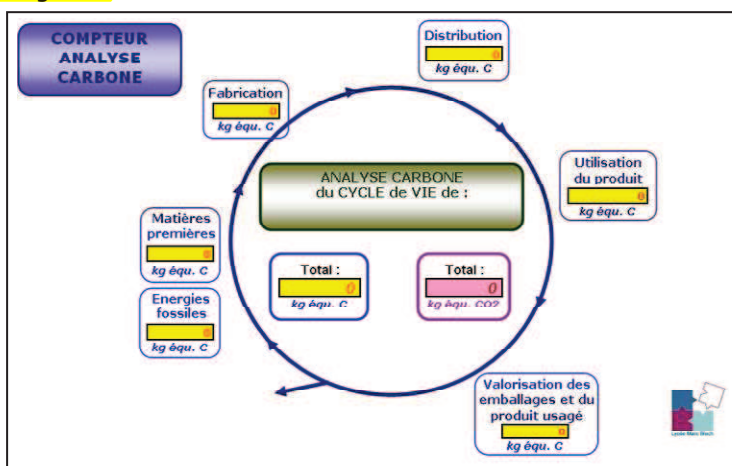

Fig.2
- 6 compteurs Analyse Carbone intermédiaires (**Fig.2**) répertoriant la quantité en **kg équ. C** du produit à chacune des étapes de son cycle de vie [cadre noir, fond jaune, chiffres en rouge].
- **Un compteur Analyse Carbone total (Fig.2)** (également en **kg équ. C**) faisant la somme des 6 compteurs précédents [cadre noir, fond jaune, chiffres en rouge].
- **Un compteur CO₂ total (Fig.2)** (en **kg équ. CO₂**) traduisant les kg équ. C en kg équ. CO₂ [cadre noir, fond rose, chiffres en brun].